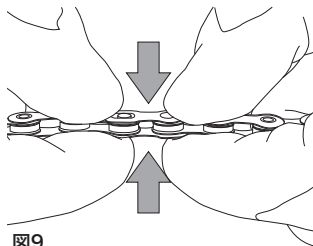

図9
- C-リング™ を押し込み、2つのピンが完全に挿入されたことを確認します (図9)。